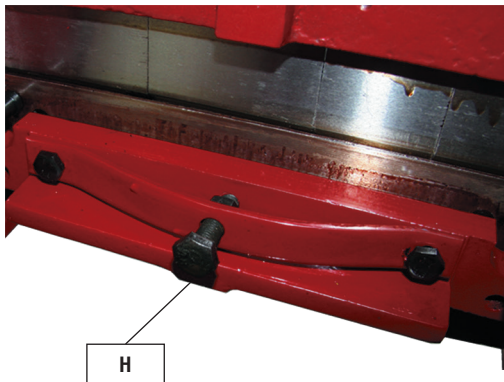

Рисунок 11 – Винт поддерживающей планки
4. Если при выполнении операции происходит отрезание бумаги на концах, а в центре остаётся неотрезанной, то для устранения дефекта отрегулируйте положение поддерживающей планки, для этого слегка поверните винт (H, рис. 11) по часовой стрелке, пока бумага не будет отрезаться по всей длине.
5. Если при выполнении операции происходит отрезание бумаги в центре, а концы не прорезаются, то для регулировки поверните винт (H, рис. 11) против часовой стрелки, пока бумага не будет резаться по всей длине.